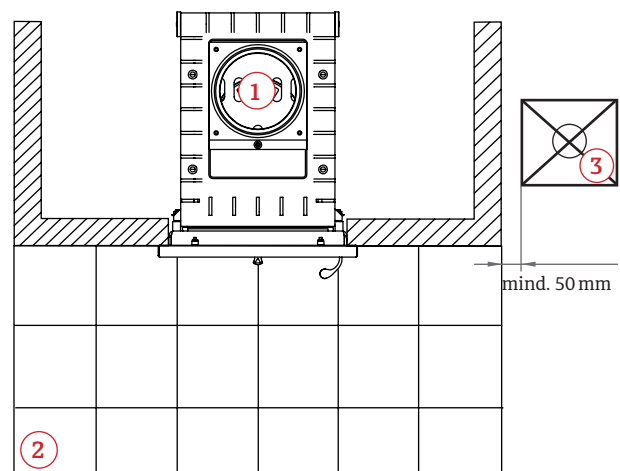

Abb.:8
- Von den freien Außenflächen der Verkleidung zum Aufstellraum müssen mindestens 50 mm Abstand zu brennbaren Baustoffen (Abb.:8) oder brennbaren Bestandteilen und zu Einbaumöbeln gehalten werden.